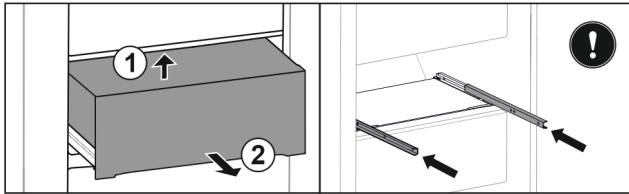

Fig. 43
- ▶ Von unten hinten anheben Fig. 43 (1).
- ▶ Nach vorne entnehmen Fig. 43 (2).